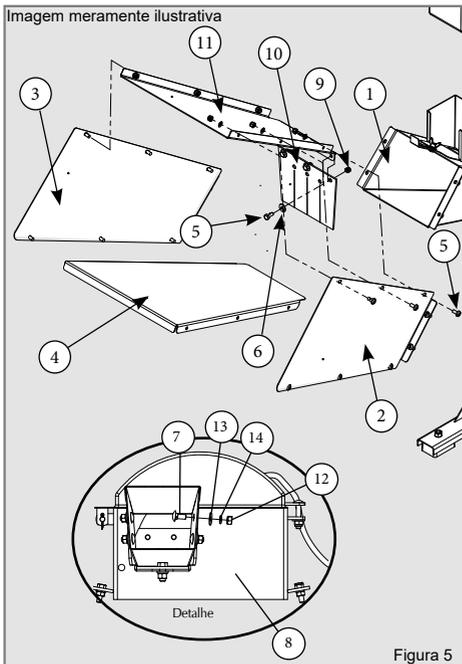

Figura 5
Para utilizar o triturador, de acordo com a Norma Brasileira de segurança NR-12 é obrigatório a montagem do alongamento do funil. Esse item é fornecido desmontado, a montagem é fácil conforme está ilustrado na figura 5, basta seguir as seguintes instruções:
- ✓ Monte a lateral esquerda (2) no funil do verde (1) utilizando os parafusos (5), arruelas (6) e porcas (9).
- ✓ Com as laterais (2 e 3) fixadas no funil do verde (1) monte a base (4) alinhando os furos para fixar os parafusos (5), arruelas (6) e com a porca (9) pelo lado de fora.
- ✓ Fixe a cortina (10) na tampa (11) e em seguida monte a tampa (11) no funil do verde (1) alinhando os furos com as laterais (2 e 3) para fixar os parafusos, arruelas, nessa peça com a porca pelo lado de dentro.
- ✓ Alguns modelos o funil do verde são fornecidos desmontados, para montar (ver detalhe na figura 5) encaixe o funil (1) na abertura do corpo (8) e monte o parafuso (7) com a porca (12), arruela lisa (13) e de pressão (14). O parafuso deve ser montado de dentro para fora conforme detalhe da figura 5.
Detalhe: os parafusos, arruelas e porcas acompanham no kit do manual estão ilustrados na figura 5.